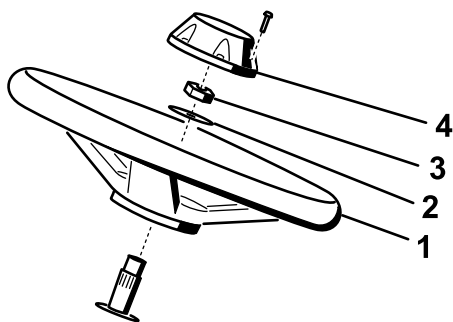

Figura 5
1. Deslice el volante sobre la columna de dirección (Figura 5).
2. Deslice la arandela sobre la columna de dirección (Figura 5).
3. Sujete el volante a la columna con una contratuerca y apriétela a 27–35 Nm (Figura 5).
4. Sujete el embellecedor al volante con el tornillo (Figura 5).